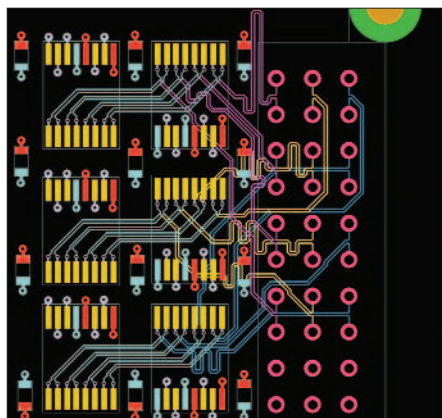

Рис.2. Пример трассировки дифференциальных пар на одном слое
- средства трассировки дифференциальных пар (как на одном, так и в соседних слоях), обеспечивающие совместное проведение и модификацию трасс с учетом правил параллелизма и заданного расстояния между трассами. Пример трассировки дифференциальных пар на одном слое приведен на рис.2;